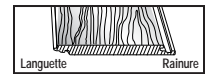

Figure 5
3. Aligner la pièce suivante en l'inclinant légèrement vers le haut tout en la gardant contre l'extrémité de la première pièce, pour verrouiller la languette dans la rainure et ce, en poussant la planche vers l'avant et vers le bas (Figures 5 et 6). Il pourra être nécessaire d'ajuster légèrement les pièces pour qu'elles soient bien serrées.